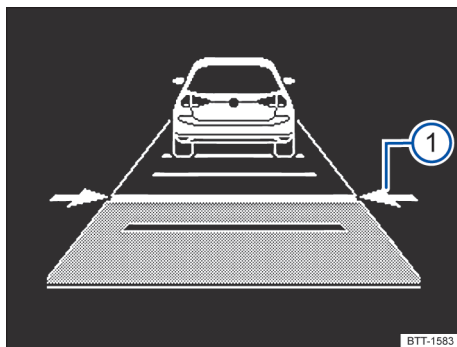

Fig. 121 No display do instrumento combinado: distância regulada ① (representação esquemática, ACC regula).
O display do instrumento combinado exibe o nível ajustado → Fig. 121①. Observar os requisitos para a distância mínima específicos dos países.